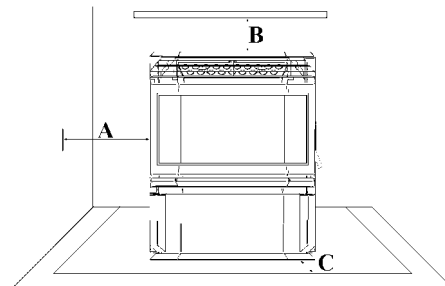

Figura 6
- 4.34.** Instalar la estufa según la figura 6, teniendo especial cuidado en colocar una tapa metálica y tubo de acero inoxidable de salida de gases.
①	Sombrerete antiviento.
③	Te de 135° con registro.
④	Codo de 45°.
⑥	Suelo de madera.
⑦	Protector del suelo no combustible.
⑧	Separación de 80 milímetros.
⑩	Tubo de acero inoxidable flexible Ø80mm
⑪	Manguito adaptador de flexible a rígido.
⑫	Tapa metálica.